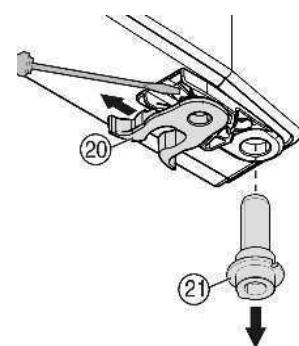

Fig. 8
- переставить пружинный зажим Fig. 8 (20): Нажмите вниз язычок защелки, снимите с него пружинный зажим.
- Извлеките опорный палец Fig. 8 (21) из втулки двери и вставьте вместе с шайбами на противоположную сторону. Язычок защелки должен быть направлен к внутренней стороне двери, паз — к внешней стороне.
- Поверните нижнюю часть двери и вставьте опорный палец Fig. 8 (21) в опорный кронштейн. При необходимости покрутите опорный палец, чтобы он смог заскочить.